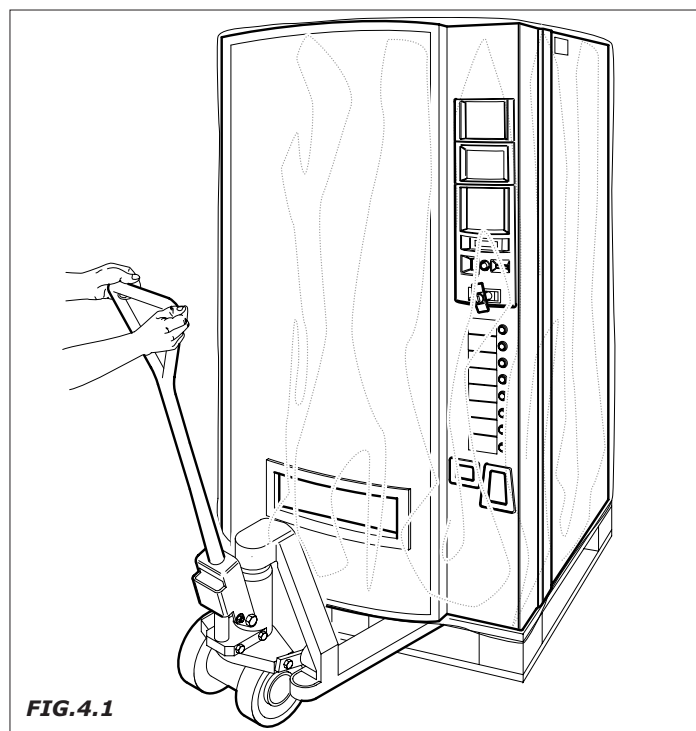

FIG.4.1
4.1 Movimentazione e Trasporto (Fig.4.1)